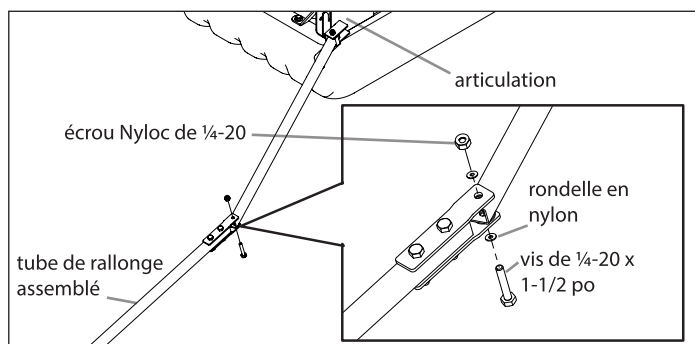

FIGURE 9
13. Attacher le tube rallonge (15542/15540) avec la toile aux tubes pivotants montés sur les articulations (11652/11653) avec deux (2) vis de ¼-20 x 1-1/2 po, quatre (4) rondelles en nylon et deux (2) écrous Nyloc de ¼-20. **VOIR FIGURE 9**